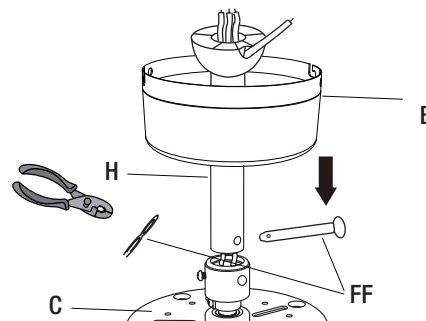

Figura 4
- Saque el pasador partido y el pasador pivotante (FF) de la bolsa de piezas sueltas y apártelos para su posterior restauración.
- Coloque la unidad de la vara (H) a través de la cubierta del techo (B) e inserte los cables del motor a través de la unidad de la vara (Figura 4).